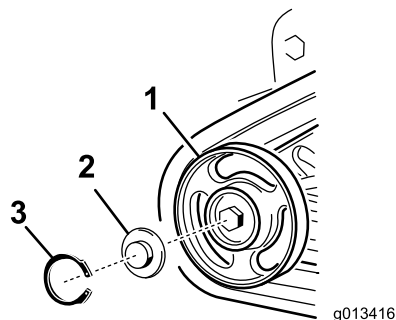

図 59
4. ロードホイールについているスナップリングとキャップを外す 図 59。
5. キャップ外した部分とガスケット周囲のグリスの状態を見る 図 59。グリスが劣化しているようであれば、完全にふき取り、ガスケットを交換して新しいグリスを入れる。
7. グリスを入れたキャップをボルトの頭に取り付ける 図 59。
8. キャップをスナップリングで固定する 図 59。